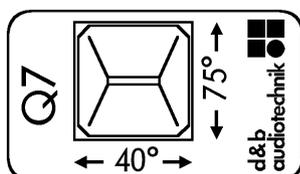

Fig. 11: Étiquette de dispersion du pavillon du Q7
2. Faire pivoter le pavillon à 90° - Fig. 11.